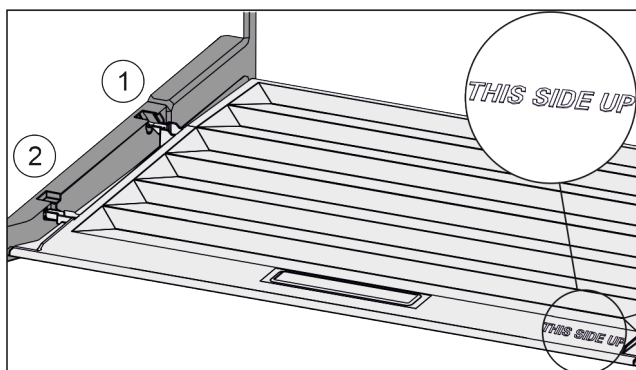

Fig. 125
- ▶ Introduceți nervura capacului prin orificiul suportului posterior Fig. 125 (1) și înclicetați-l în față în suport Fig. 125 (2).